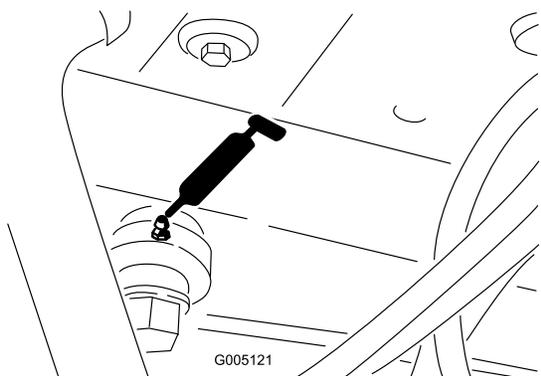

Figure 32
- Extrémité de vérin de direction (Figure 32).